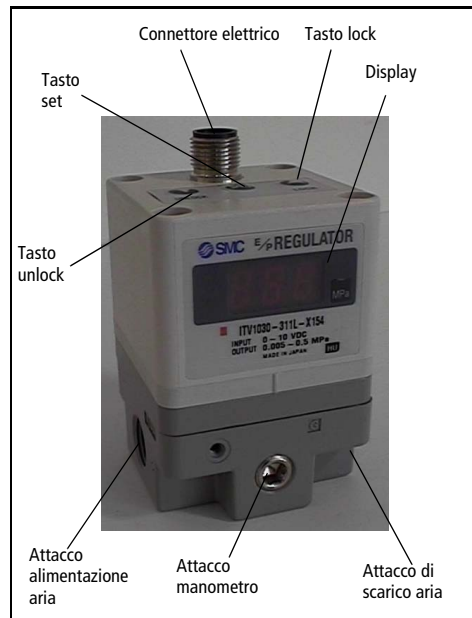

Fig 1
Premere i tasti lock/unlock (Fig 1) contemporaneamente per più di 3 secondi.
- Per impostare la pressione minima (sul display appare F-1) utilizzare i tasti lock/unlock (Fig 1), quindi premere Set (Fig 1) per bloccare l'impostazione.
- Per impostare la pressione massima (sul display appare F-2) utilizzare i tasti lock/unlock (Fig 1), quindi premere 'Set' (Fig 1) per bloccare l'impostazione.
- Per impostare l'uscita del sensore 1 (sul display appare P-1) utilizzare i tasti lock/unlock (Fig 1), quindi premere Set (Fig 1) per bloccare l'impostazione.
- Per impostare l'uscita del sensore 2 (sul display appare P-2) utilizzare i tasti lock/unlock (Fig 1), quindi premere Set (Fig 1) per bloccare l'impostazione.
Se per errore si preme qualche tasto, sul display (Fig. 1) appare la scritta Loc.
- 1) Premere il tasto 'unlock' (Fig 1) per più di 2 secondi.
- 3) Premere il tasto 'set' (Fig 1) per sbloccare.
Nota: Per cancellare l'operazione, premere di nuovo il tasto 'unlock' (Fig 1).
- 1) Premere il tasto 'lock' (Fig 1) per più di 2 secondi.
- 3) Premere il tasto 'set' (Fig 1) per bloccare.
Nota: Per cancellare, premere il tasto 'unlock' (Fig 1).
Se il regolatore ITV1000, rileva un'anomalia, sul display (Fig 1), appare Er seguito da un codice. Isolare l'alimentazione, individuare il problema e risolverlo. Ristabilire l'alimentazione di potenza, dopo aver eliminato il guasto.